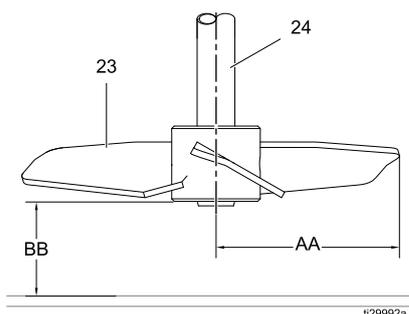

Figure 3 Установка крыльчатки
**ПРИМЕЧАНИЕ.** К комплекту поставки отдельно прилагаются рым-болты (26), которые требуется вернуть в случае подъема мешалки. Отверстия, предназначенные для их установки, указаны в разделе Детали, page 14.
- a. На моделях с фланцевым креплением: идентификационные сведения о деталях см. в разделе Модели 25C454 и 25C463, page 14. Установите прокладку (20) и корпус подшипников/фланец в сборе (A) на крышку бака. Установите плоские шайбы, заверните монтажные болты и гайки (не входят в комплект). Надежно их затяните.
- b. На моделях с быстрозажимным фланцевым креплением: идентификационные сведения о деталях см. в разделе Модели 25C453, 25C575, 25C464, 25C576, page 16. Установите корпус подшипников/фланец в сборе (A) поверх быстрозажимной прокладки (не входит в комплект) и имеющегося на баке быстрозажимного фланца. Закрепите с помощью зажима (не входит в комплект) и надежно затяните.
- c. На моделях для напорного бака: идентификационные сведения о деталях см. в разделе Модели 25C462, 25C470, 25C471, 25C465, 25C472, 25C473, page 19. Установите прокладку (21) и корпус подшипников/фланец в сборе (A) на крышку напорного бака. Установите стопорную шайбу (32) и затяните гайку (22). Надежно затяните, чтобы предотвратить вращение узла в сборе.
2. Установите стопорное кольцо (6) в паз, выбранный на валу мешалки (24).
4. Установите крыльчатку (23) (см. рис. 3) на вал (24), сориентировав ее таким образом, чтобы лопасти толкали материал вниз и при взгляде сверху вращались по часовой стрелке. Чтобы можно было установить крыльчатку, вал может двигаться сквозь корпус подшипников вверх и вниз.
5. Установите крыльчатку на валу надлежащим образом. Расстояние от дна бака до нижней точки лопасти крыльчатки (BB) должно быть в 0,5–1,5 раза больше ее диаметра (диаметр крыльчатки определяется измерением расстояния от ее края до центральной оси вала (AA) и его умножением на два).